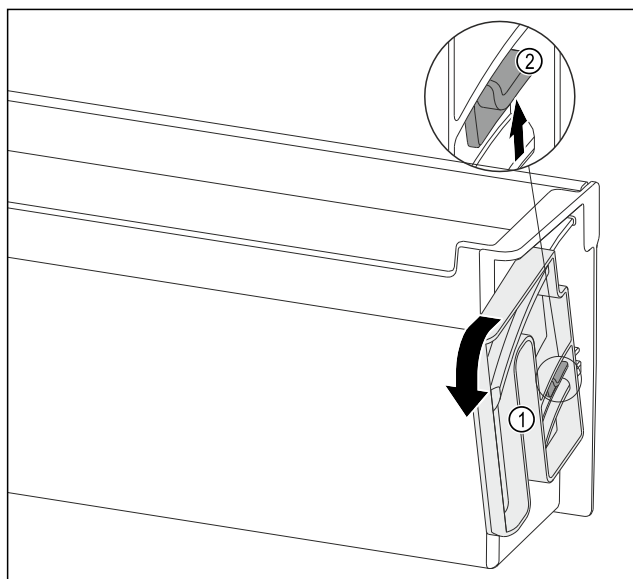

Fig. 94
- Obrócić pokrętkę Fig. 94 (1) w określonym kierunku do oporu.
- Wcisnąć nakładkę Fig. 94 (2) w górę i wyjąć pokrętkę Fig. 94 (1).